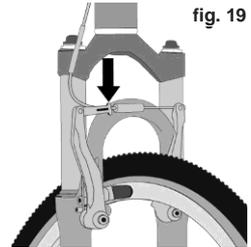

fig. 19
2. Certains freins de vélo, comme les freins à disque (fig. 18) et les freins à traction linéaire (fig. 19), sont extrêmement puissants. Il convient de se familiariser avec ces freins et d'être particulièrement prudent lors de leur utilisation.
La plupart des freins sur jante sont dotés d'un mécanisme de serrage rapide qui permet aux patins de dégager le pneu lors du démontage ou du remontage de la roue. Lorsque le serrage rapide du frein est en position ouverte, les freins ne fonctionnent pas. Demandez à votre revendeur agréé de s'assurer que vous comprenez bien le fonctionnement du serrage rapide des freins sur votre vélo électrique (**voir les figures 19, 20, 21 et 22**) et vérifiez à chaque fois que les deux freins fonctionnent correctement avant d'enfourcher le vélo électrique.